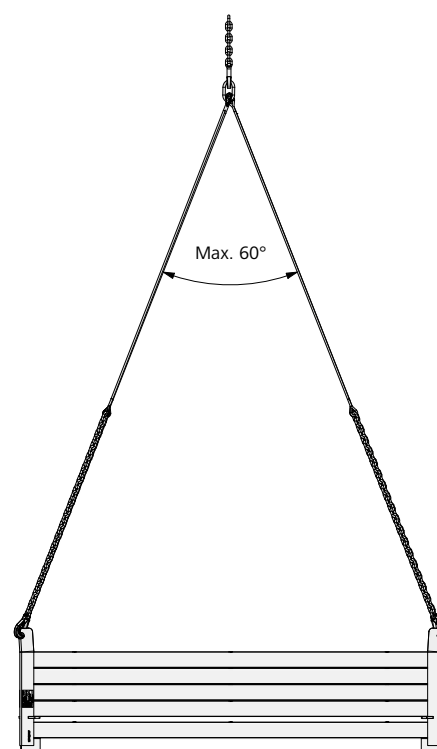

Fig. 49.4
- L'angle d'élingage ne doit jamais dépasser 60° (Fig. 49.4).